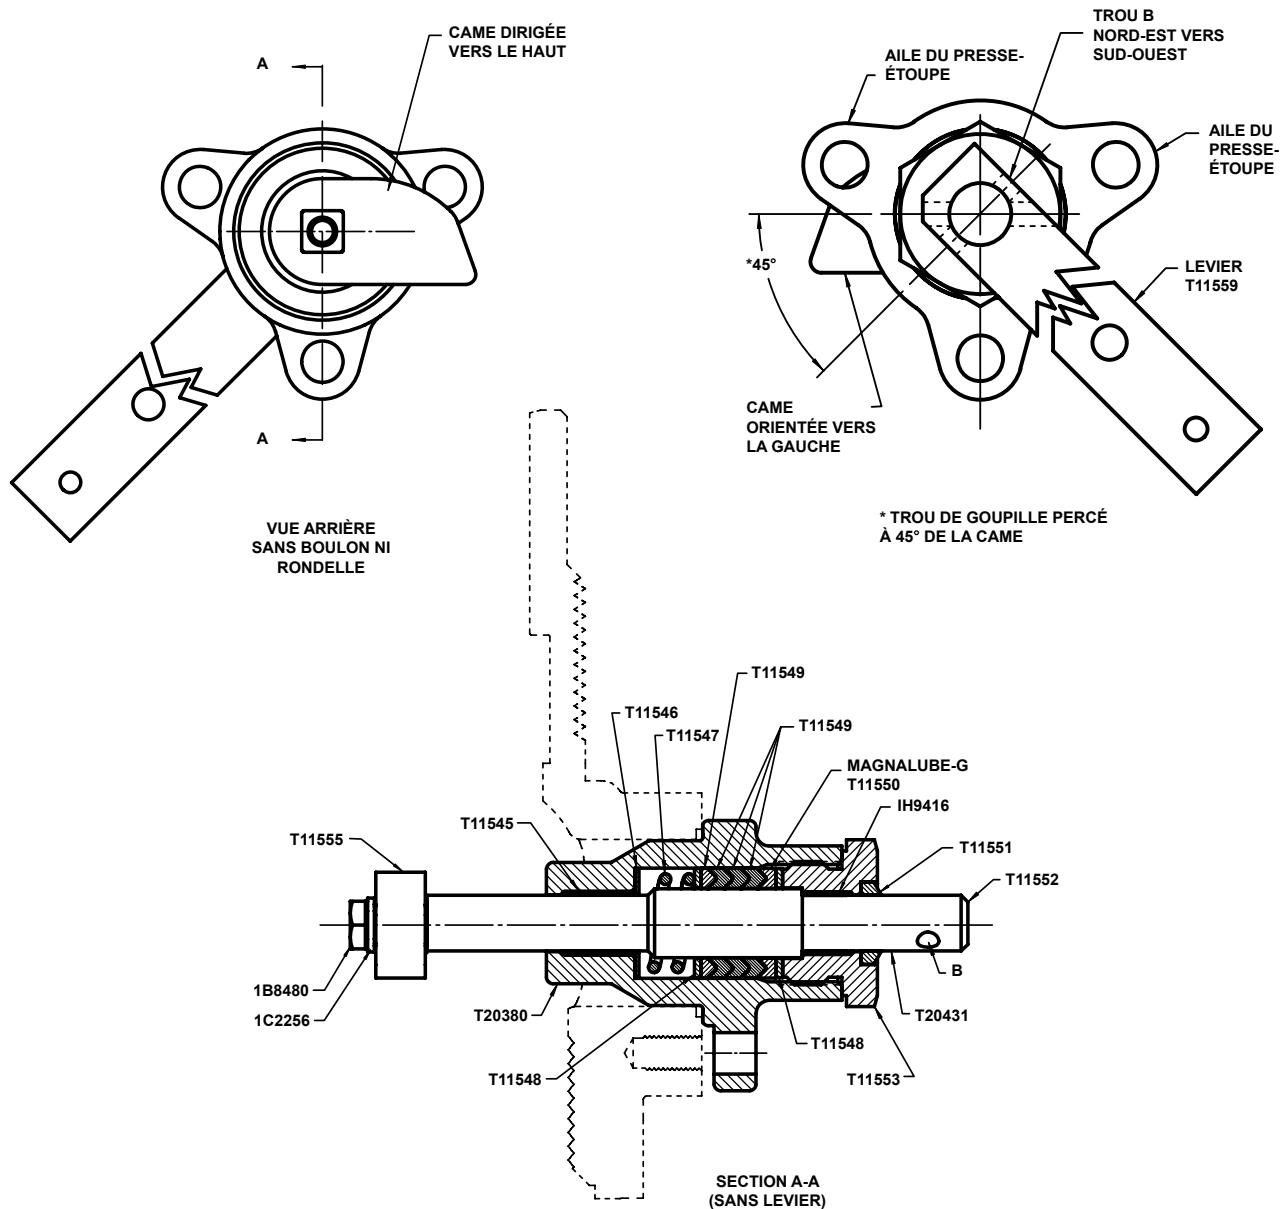

Figure 4. Orientation du demi-arbre
Les numéros entre parenthèses font référence aux numéros des Figures 4 et 6.
9. Orienter la came et le demi-arbre (voir la Figure 4). Avant de remonter le presse-étoupe dans le corps, orienter correctement la came sur le demi-arbre. Une orientation incorrecte peut entraîner :